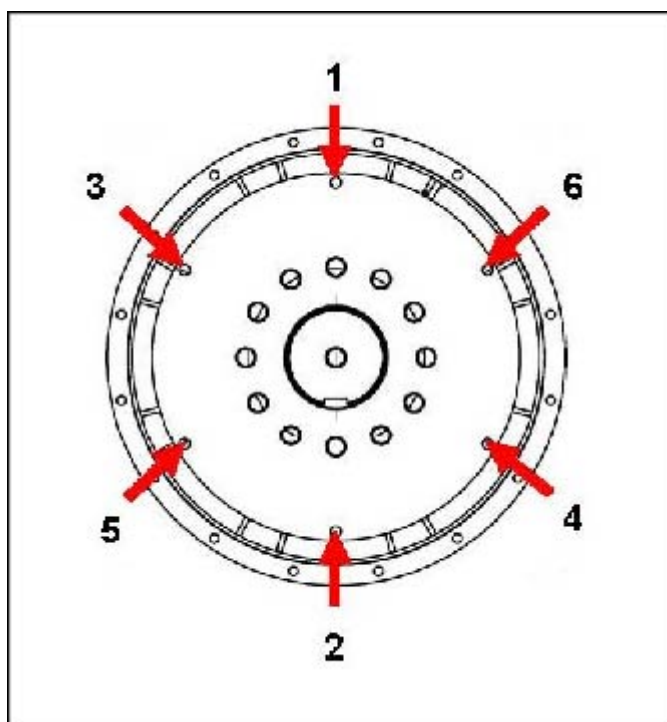

FIGURA 21. SEQUENZA DI FISSAGGIO AL VOLANO
10. Serrare i bulloni che fissano il disco di accoppiamento al volano, nella sequenza indicata in Figura 21 a pagina 43